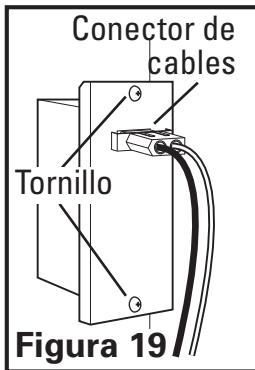
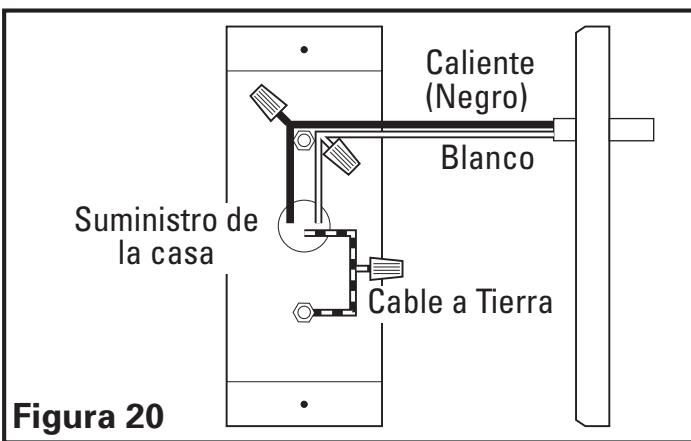

Figura 19
Figura 20
1. Retire los dos tornillos de la cubierta del compartimiento de cables para tener acceso al compartimiento de cables (**Figura 19**). Conecte el cable blanco de la campana extractora con el cable blanco del suministro, y el cable negro de la campana extractora con el cable negro del suministro. Conecte el cable a tierra de la casa (verde o desnudo) al cable a tierra (verde) de la campana. Use métodos aprobados para todas las conexiones (**Figura 20**).
2. Vuelva a colocar la cubierta del compartimiento de cables y ajuste los tornillos. Asegúrese que todos los cables queden contenidos con seguridad dentro del compartimiento de cables. Si el conector de cables de conexión rápida fue retirado del receptáculo, vuelva a colocarlo. El conector encajará en un solo sentido dentro del receptáculo (**Figura 19**).